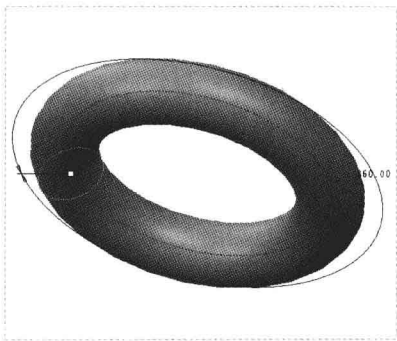

图 5-34 旋转实体对象
Step 02 在“功能区”选项板的“模型”选项卡中,单击“形状”面板中的“旋转”按钮,弹出“旋转”选项卡,在绘图区选择草绘图形,系统自动旋转实体对象,如图 5-34 所示。